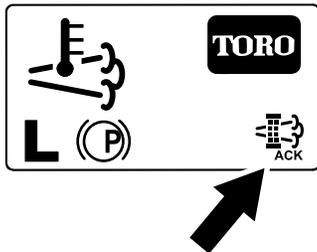

Figura 79
8. El InfoCenter muestra la pantalla de inicio y aparece el icono de Regeneración aceptada (Figura 79) en la esquina inferior derecha de la pantalla mientras se realiza la regeneración.